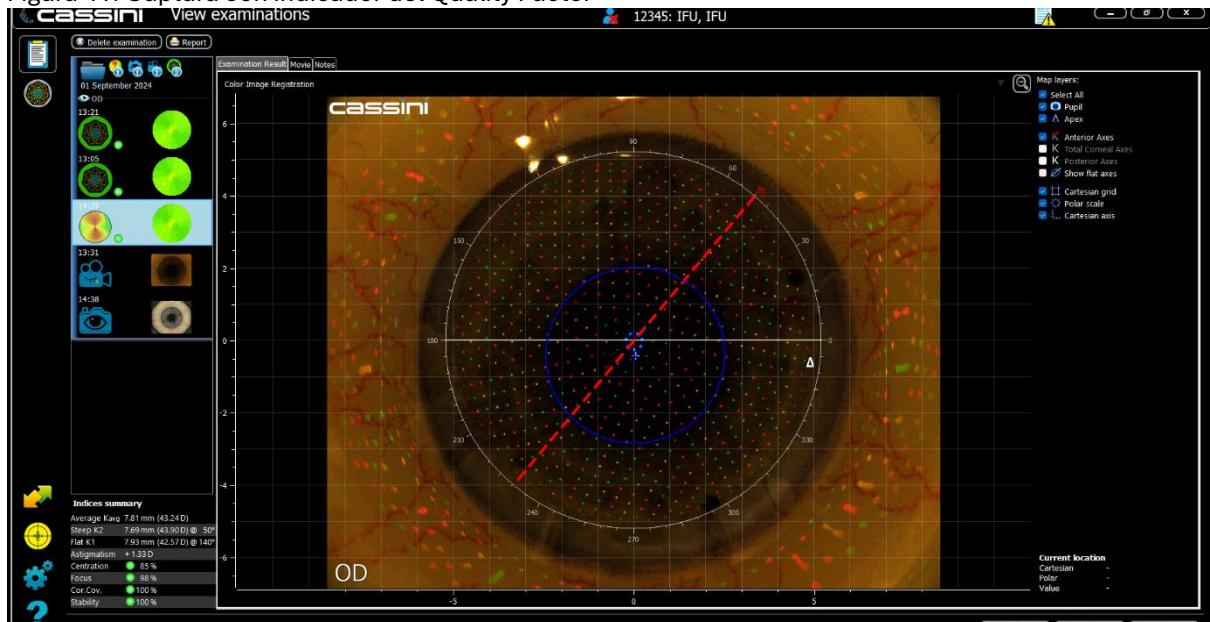

Figura 42: Resultado del examen de Corneal Topography,(vista 1-Up)
6. Haga clic en Aceptar con el ratón o utilice el joystick para confirmar la medición. Los resultados se muestran como se indica en Figura 42